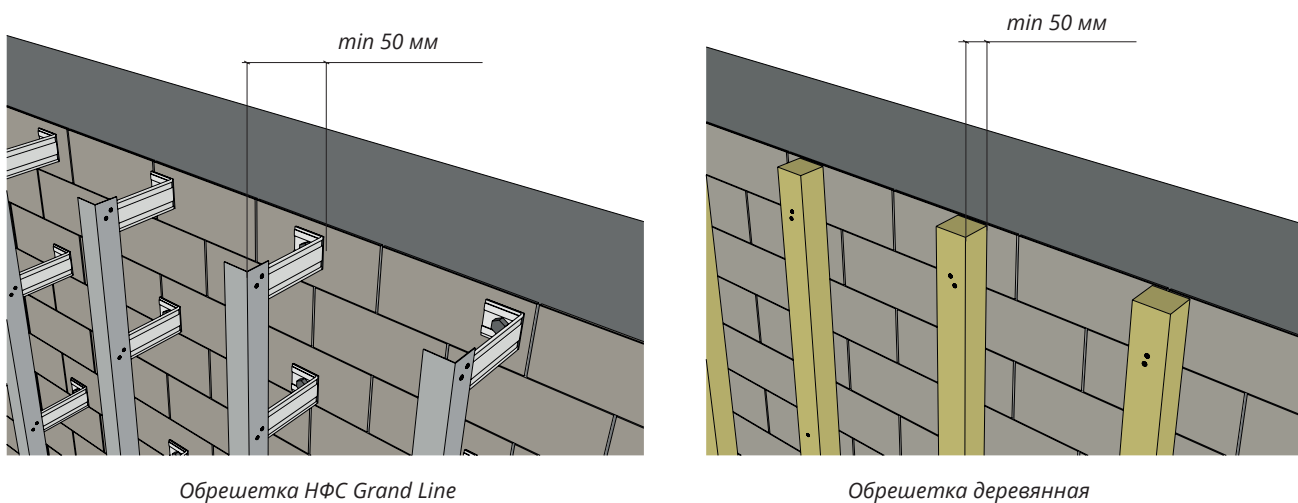

Рисунок 18
- 9.6** Вентиляционный канал – «вентзазор» – должен быть не менее 50 мм (рис. 18).